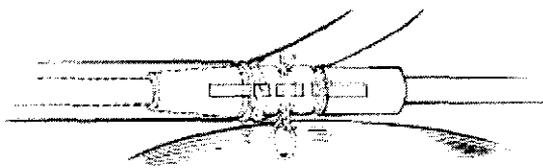

Figura 9. Manguito de fijación de triple surco afianzado al cable y a la fascia mediante tres surcos.
2. Asegurar el manguito de fijación al cuerpo del cable atando una sutura firmemente en cada uno de los tres surcos (figura 9).